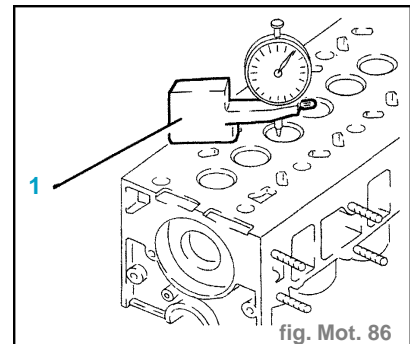

fig. Mot. 86
- Vérifier que les soupapes s'encaissent à partir du plan de la culasse conformément aux valeurs prescrites, avec l'outil (1) **1.820.503.000** muni de comparateur. (fig. Mot. 86)